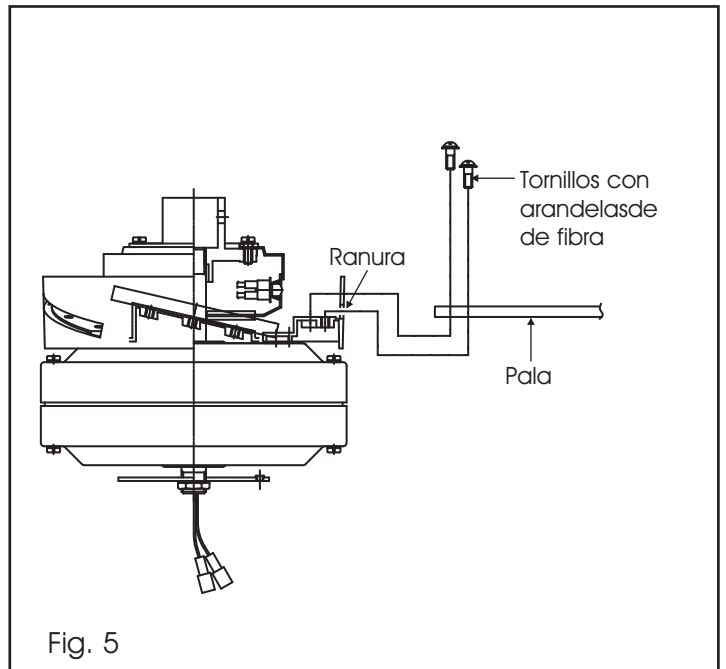

Fig. 5
Paso 1. Introduzca las aspas a través de las ranuras de la banda de centre. Alinee los barrenos de las aspas, la placa de soporte para las aspa a los barrenos en el motor y fíjelos en su lugar respectivo con los tornillos y arandelas de seguridad proporcionados. (Fig. 5)